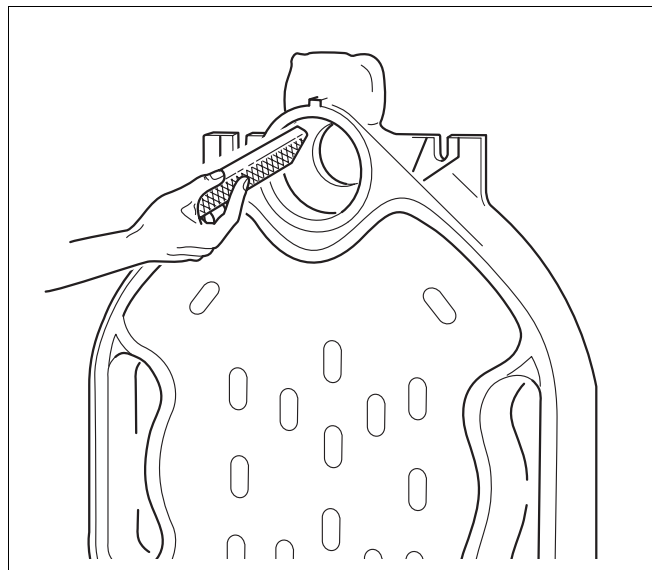

Fig. 7 Fjerning av grad
- Fjern eventuell grad på navene ved hjelp av en fil (fig. 7).
- Fjern eventuell grad på navene ved hjelp av en fil (se fig. 7).